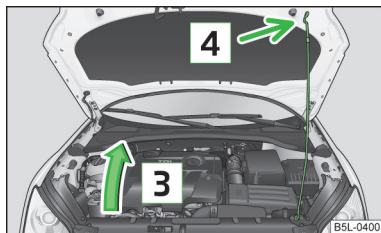

Fig. 152 Chiusura del cofano motore con asta di supporto
- Estrarre l'asta di supporto del cofano dalla propria sede, nella direzione indicata dalla freccia **3** e fissare il cofano motore aperto, inserendo l'estremità dell'asta nell'apposita apertura **4** » fig. 152.